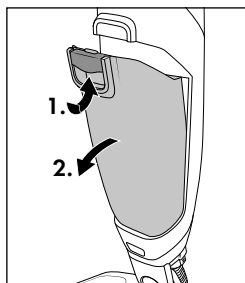

Abb. 13
- ◆ Lösen Sie den Entriegelungshebel **9** und ziehen gleichzeitig den Schmutzbehälter **10** nach vorne ab (siehe Abb. 13).